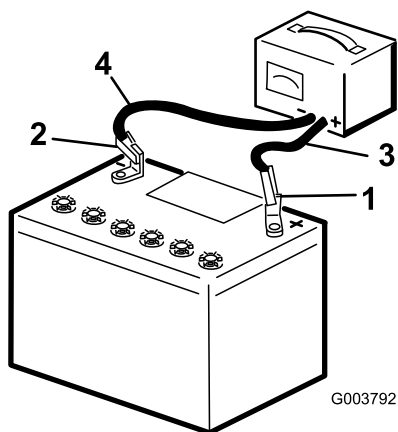

Figura 82
3. Collegate il cavo di ricarica positivo al polo positivo della batteria (Figura 82).
4. Collegate il cavo di ricarica negativo al polo negativo della batteria (Figura 82).
6. Quando la batteria è completamente carica, staccate il caricabatterie dalla presa elettrica e scollegate i cavi di ricarica dai poli della batteria (Figura 82).